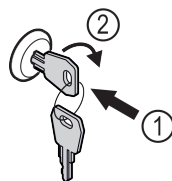

Fig. 104
- ▶ Zatlačte kľúč Fig. 104 (1).
- ▶ Otočte kľúč o 90° v smere hodinových ručičiek Fig. 104 (2).